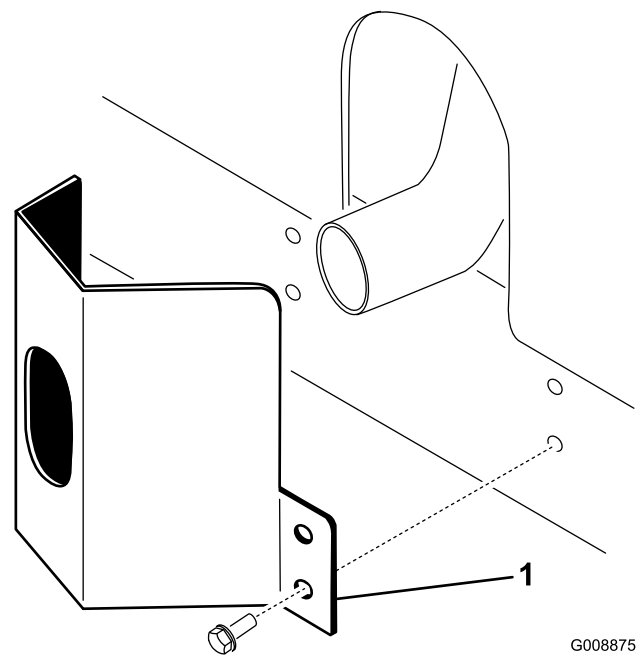

Figura 11
2. Prenda a cobertura do escape ao chassi utilizando 4 parafusos autoroscantes (Figura 11).
1. Coloque a cobertura do escape à volta da panela do escape, enquanto estiver a alinha os orifícios de montagem com os orifícios no chassi (Figura 11).